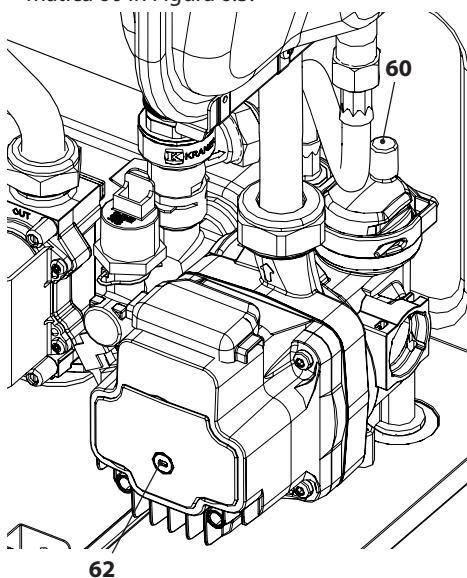

Figura 6.3
- Svitare il tappo della valvola di sfiato automatica 60 in Figura 6.3.
- Togliere il tappo 62 in Figura 6.3 e sbloccare la pompa ruotando il rotore con un cacciavite. Durante questa operazione sfiatare la pompa.